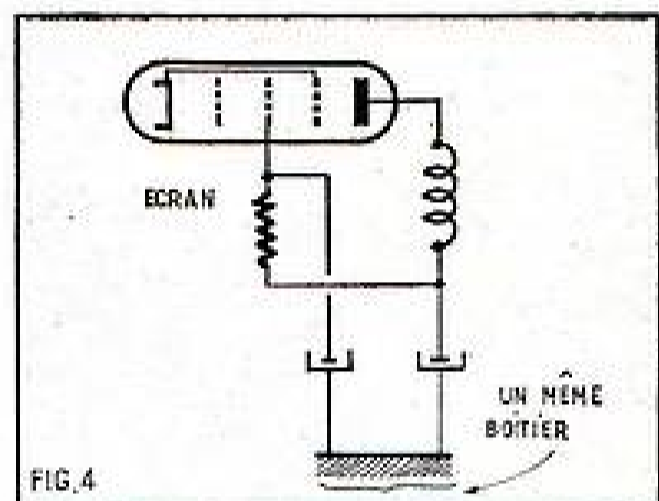

FIG. 4
En se basant encore avec raison sur le fait que ces tensions sont continues, les constructeurs et leurs bureaux d'études placent sans hésiter l'un des condensateurs de filtrage à une extrémité du châssis et l'autre au bout opposé. Enfin, autre source de complication, les condensateurs électrolytiques associés par deux, parfois par trois, dans un même boîtier et dont un élément appartient à une cellule de filtrage, alors que l'autre fournirait le découplage d'une grille-écran (fig. 4).
Câblage (fig. 3 et fig. 4).
(fibre, carton, cuir, etc...), et de deux vis à métaux de 3×20 avec leur écrou. Les autres pièces détachées (support de transistor, résistances, etc...) sont fixées sur la table de montage (fig. 2). Le câblage (fig. 3 et fig. 4) est réalisé comme suit : la douille Antenne est connectée à un fil du condensateur fixe C. 1 de 50 à 250 pF. Le fil demeurant libre de ce condensateur fixe est branché aux lames fixes du condensateur variable (CV) de 490 pF ainsi qu'au fil A du cadre (par construction ce fil A est déjà connecté aux bobines PO et GO du cadre). Les lames mobiles du condensateur variable CV sont reliées à la douille Terre ainsi qu'à la ligne de masse. Cette ligne de masse est connectée à une cosse de l'interrupteur du potentiomètre Pot. de 5 kΩ. La cosse demeurant libre de l'interrupteur de ce potentiomètre est connectée au + 9 V de la batterie d'alimentation. Le fil double (M) du cadre est branché à la ligne de masse. Le fil C du cadre est relié à une borne du commutateur PO-GO. La borne demeurant libre de ce commutateur est connectée à la ligne de masse. Le fil D du cadre est branché à un fil du condensateur fixe C2 de 10 000 pF. Le fil demeurant libre de ce condensateur fixe est relié à la base B du support du